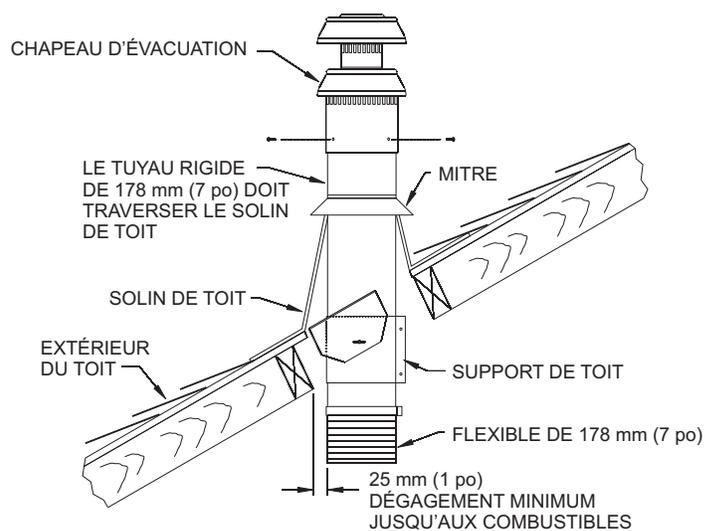

Figure 34
19. Une fois que les raccordements inférieurs sont effectués et que le conduit flexible est attaché avec les colliers de support requis (90 cm [3 pieds] minimum entre supports), le solin de toit peut être posé. Voir Figure 34.